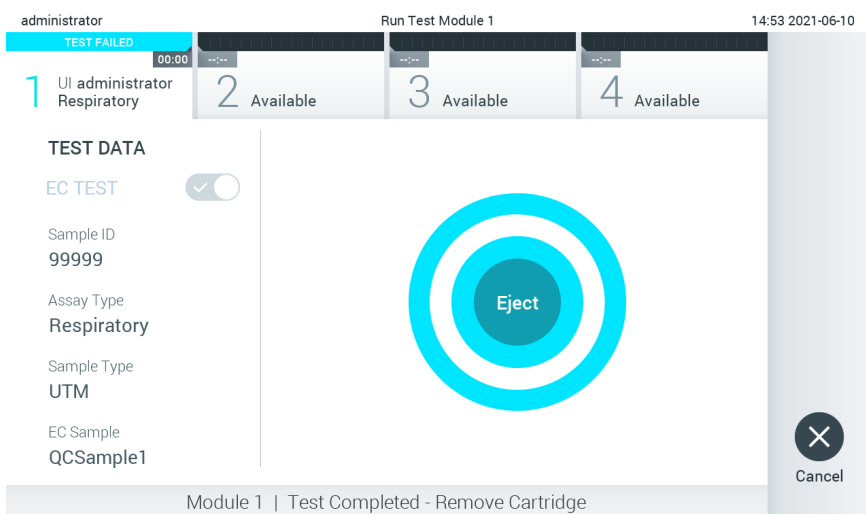

図 96.イジェクト画面表示。
11. 検査が完了すると、Eject（イジェクト）画面が表示されます（図 96）。タッチスクリーン上の  Eject（イジェクト）を押して、QIAstat-Dx アッセイカートリッジを取り出し、国、州、地域の健康と安全に関するすべての法規制に従って、バイオハザード廃棄物として処分します。